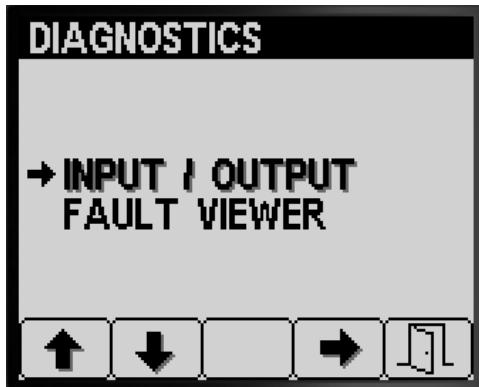

Figura 84
- Prima o botão 1 ou 2 no ecrã Diagnóstico até encontrar a opção ENTRADA/SAÍDA (Figura 84).
- Prima o botão 3 para selecionar a entrada ENTRADA/SAÍDA (Figura 84).
- Prima o botão 5 para sair do ecrã ENTRADA/SAÍDA e voltar ao ecrã DIAGNÓSTICO (Figura 84).